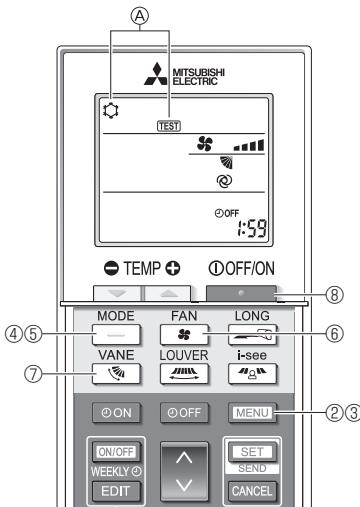

Fig. 8-5
- ① Включите питание блока как минимум за 12 часов до тестового прогона.
- ② Нажмите и удерживайте кнопку **MENU** в течение 5 секунд. (Fig. 8-5)
- ③ Нажмите кнопку **MENU**.
Отображаются ① [TEST] (ТЕСТ) и текущий режим работы. (Fig. 8-5)
- ④ Нажмите кнопку **—**, чтобы активировать режим охлаждения, затем проверьте, выдается ли из блока прохладный воздух.
- ⑤ Нажмите кнопку **—**, чтобы активировать режим нагрева, затем проверьте, выдается ли из блока теплый воздух.
- ⑥ Нажмите кнопку **■**, и проверьте, изменилась ли скорость вентилятора.
- ⑦ Нажмите кнопку **■** и проверьте правильность работы дефлектора в автоматическом режиме.
- ⑧ Для остановки тестового прогона нажмите кнопку **■**.